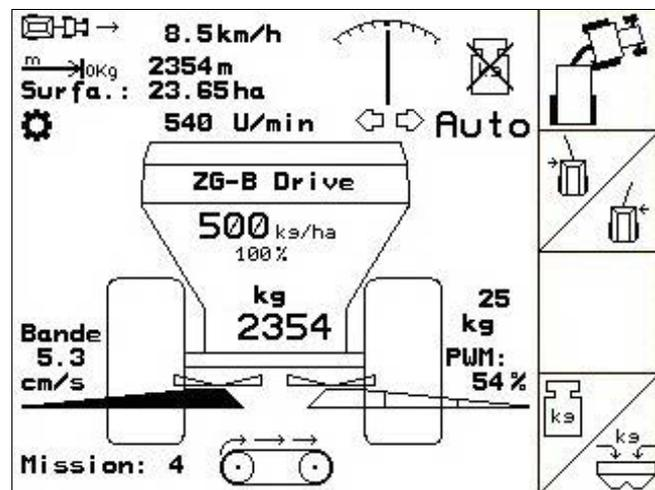

Fig. 48
- La quantité d'engrais épandue s'affiche au Menu travail (Fig. 48/1).